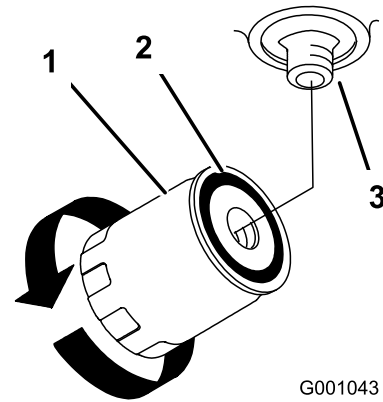

Figura 59
4. Aplique una capa fina a la junta de goma del filtro nuevo (Figura 59).
6. Llene el depósito de aceite hidráulico con aceite hidráulico hasta que éste rebose por encima del filtro, gire el filtro en el sentido de las agujas del reloj hasta que la junta de goma entre en contacto con el adaptador del filtro, luego apriete el filtro media vuelta más (Figura 59).